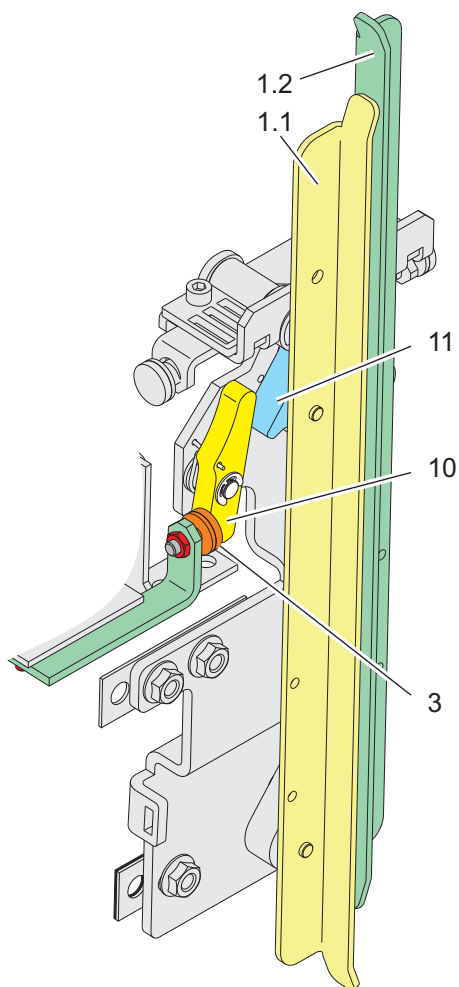

Abb. 39
- Verfahren wie bei Abb. 39 beschrieben